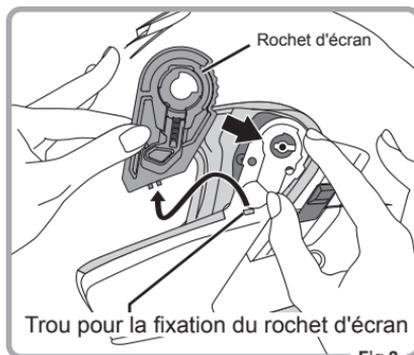

Fig.2
3. Retirez du trou du couvre-menton le crochet situé du côté inférieur du rochet d'écran. (Fig.2)